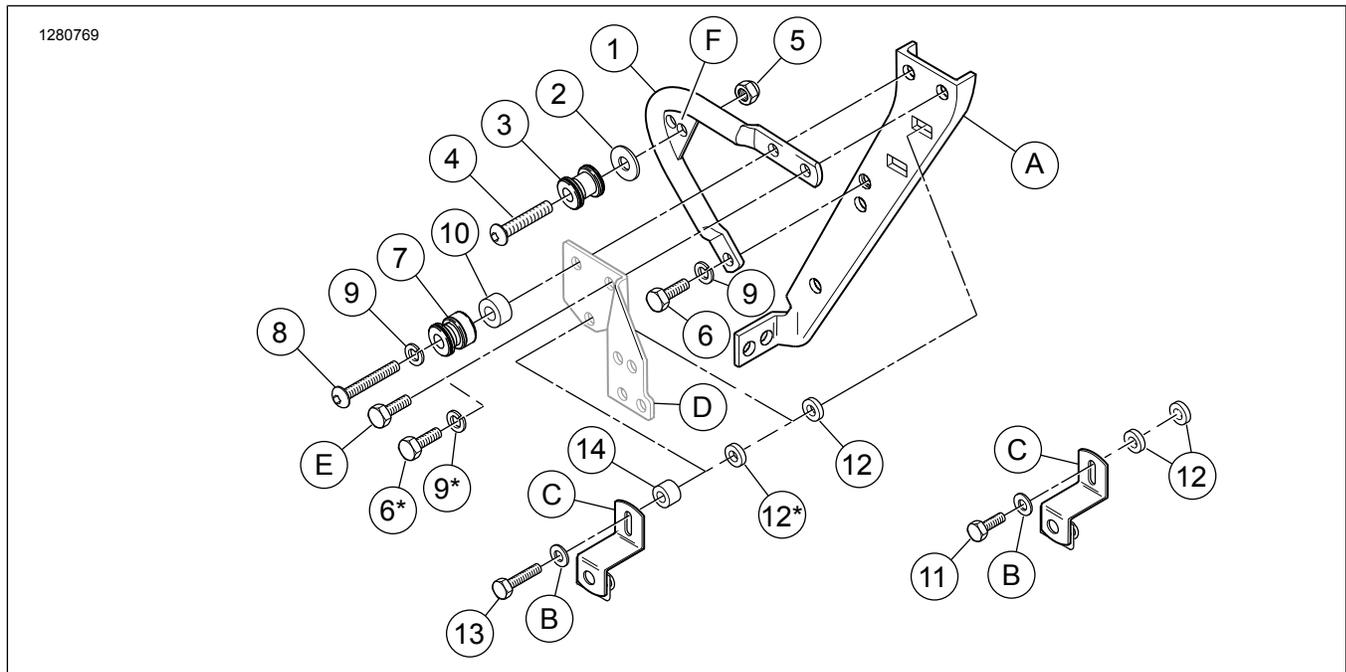

Figura 1. Conteúdo do kit: Kit de acoplamento traseiro
Figura 1 mostra as localizações dos pontos de acoplamento para o kit de acoplamento dianteiro (53803-06) e o kit de acoplamento traseiro (53804-06).
3. Veja Figura 1 . Remova OE os parafusos nos dois furos superiores do suporte do alforje (A) em um lado do veículo. Os parafusos originais se encaixam em porcas soldadas no suporte.
4. Remova o suporte de montagem do alforje (C). Guarde o suporte e a arruela lisa (B) para a instalação do kit.
Veja Figura 1 . Os suportes de montagem do ponto de acoplamento traseiro (1) são específicos para cada lado. As superfícies de montagem em cada extremidade do tubo são deslocadas em direção ao para-lama.
4. Se necessário, ajuste os suportes de montagem (1) para obter a largura adequada, aproximando ou afastando os suportes até o alinhamento adequado com o acessório.
5. Veja Figura 1 . Instale o OE suporte de montagem do alforje conforme descrito na próxima seção.